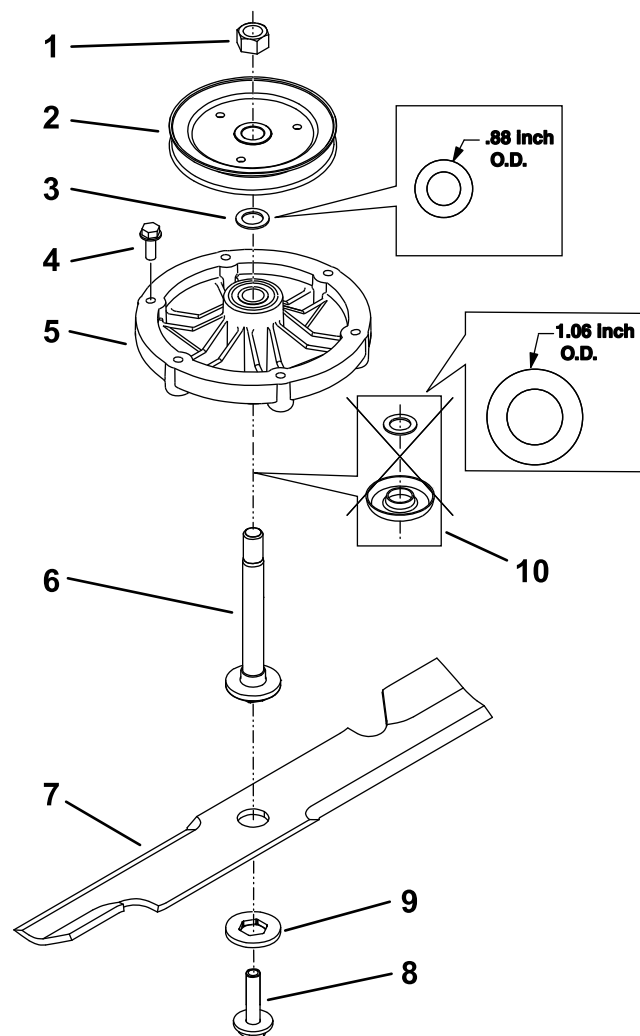

Figura 1
8. Retire el alojamiento del eje existente. Guarde todas las fijaciones y el eje, según se muestra en Figura 1. Deseche la arandela y el protector del cojinete existentes ilustrados en Figura 1.
9. Instale el alojamiento del eje proporcionado en este kit en la carcasa de corte y apriete los tornillos a 23–28 N·m (200 – 250 pies-libra) (Figura 1).
12. Aplique lubricante a las roscas del perno de la cuchilla según sea necesario para evitar que se agarrote. Es preferible utilizar lubricante con base de cobre. La grasa es un sustituto aceptable. Vuelva a colocar la cuchilla y la polea, según se muestra en Figura 1. Consulte el *Manual del operador* si desea más información sobre la instalación de la cuchilla.